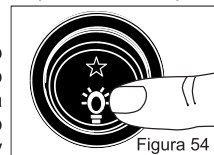
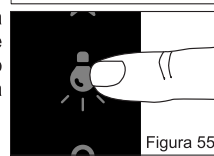

Figura 54
Figura 55
Para acender a luz do forno (ver compatibilidade no Item 16.3) pressione o interruptor na direção do desenho da lâmpada conforme a Figura 54. Para apagar a luz, retorne o interruptor para a posição desligado (central). Para os modelos com display eletrônico (vide Tabela 16.3), toque sobre o desenho da lâmpada conforme a Figura 55. O indicador **12** (12) se acende no Display. Para desligar a luz toque no desenho da lâmpada conforme a Figura 55. A lâmpada se apaga automaticamente após 3 minutos.